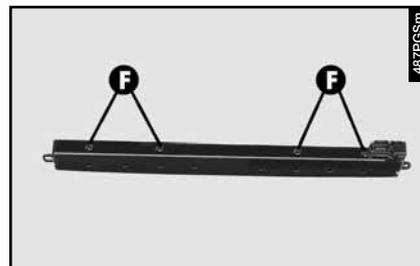

fig. 66
– Dévisser les quatre vis (**F-fig. 66**) fixant le transparent.
– Remonter le transparent en le bloquant avec les vis (**F-fig. 66**).